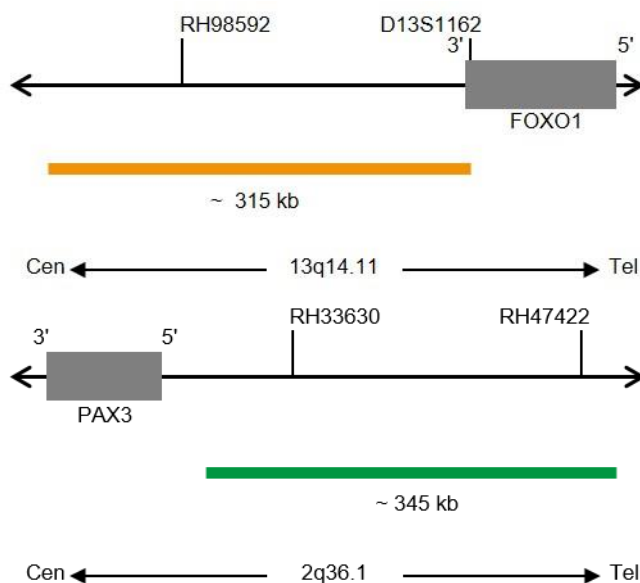

Abb. 1: Oben: FOXO1 Sondenlokalisation; Unten: PAX3 Sondenlokalisation (nicht maßstabsgetreu)
- ZyOrange (Anregung 547 nm/Emission 572 nm) markierten Polynukleotiden (~4,5 ng/μl), die gegen Sequenzen in 13q14.11\* (chr13:40,816,168-41,132,595) gerichtet sind, welche proximal zur FOXO1-Bruchpunktregion lokalisiert sind (siehe Abb. 1).
- ZyGreen (Anregung 503 nm/Emission 528 nm) markierten Polynukleotiden (~10 ng/μl), die gegen Sequenzen in 2q36.1\* (chr2:223,196,078-223,539,352) gerichtet sind, welche distal zur PAX3-Bruchpunktregion lokalisiert sind (siehe Abb. 1).